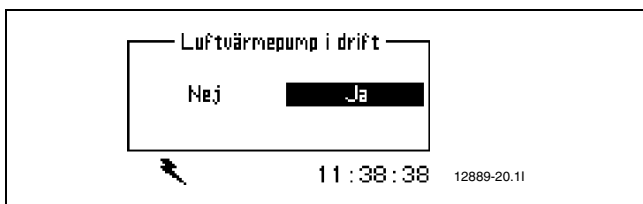

Bild 17
- ▶ Starta värmepumpen, kvittera in luftvärmepump (→ bild 17) under meny Uppstart på installatörsnivå.